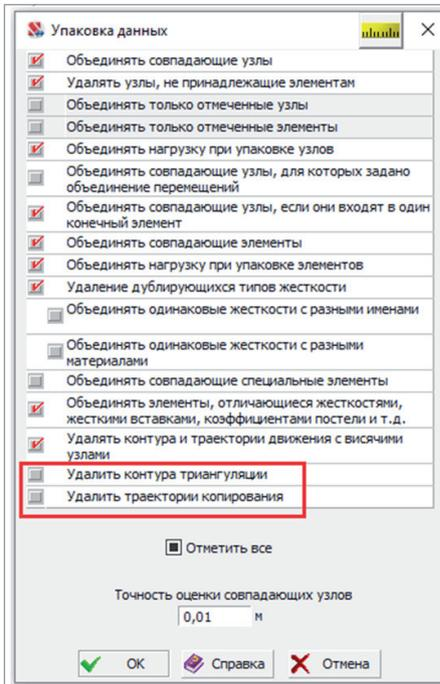

Рис. 41. Новые возможности упаковки данных (SCAD++)
- при упаковке данных появилась возможность удалять контуры триангуляции и траектории копирования (рис. 41);